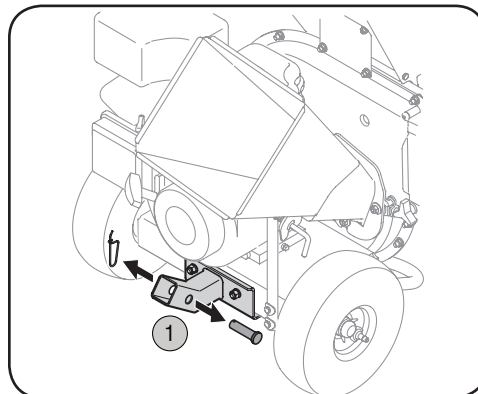

Figura 2-3
1. Saque el pasador de resorte y el pasador de horquilla del extremo del receptor de la barra de remolque. Vea la Figura 2-3.